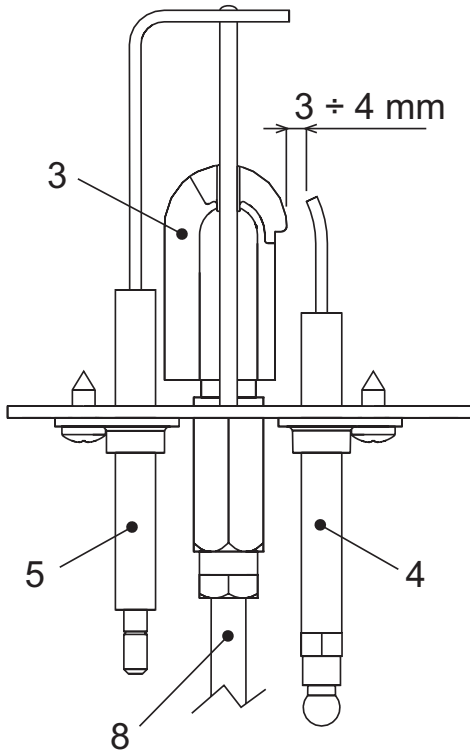

fig. 12 -
- Los electrodos no tengan incrustaciones y estén bien ubicados (fig. 12).
- Controlar que los electrodos estén bien ubicados y no tengan incrustaciones (fig. 12).